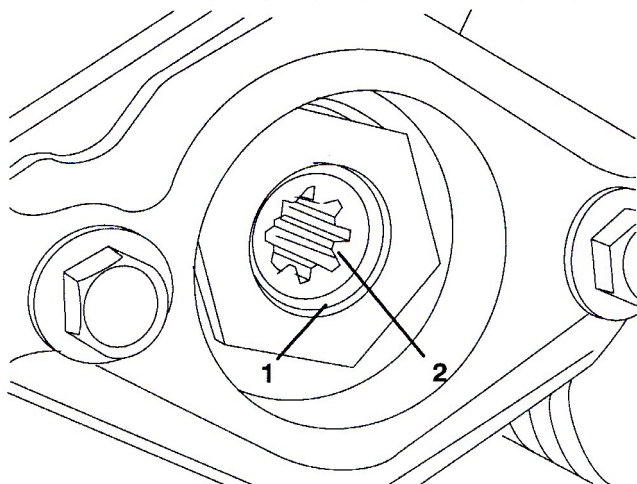

図 15
- D. 駆動カップラをリール・チューブに固定しているスナップ・リングを取る (図15)。駆動カップラを取り外す。